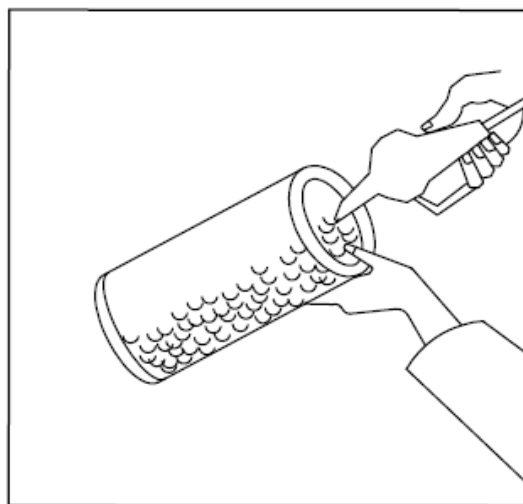

Fig. 5-14
- Com um jato de ar comprimido, a uma pressão não superior a 5,9 bar (6 kg/cm²), direcionado para o exterior do cartucho do filtro (Fig. 5-14); ou: